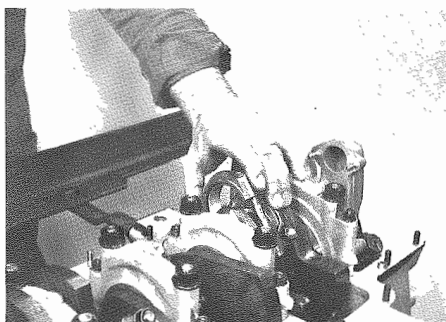

Fig. 128 - Montare i cappelli di biella
- Montare i cappelli di biella con i relativi semicuscinetti già lubrificati (**Fig. 128**) e stendere un velo di Loctite 241 sulle filettature dei prigionieri.
- Refit con-rod caps with their half bearing already lubricated (**Fig. 128**) and place a layer of Loctite 124 on stud threading